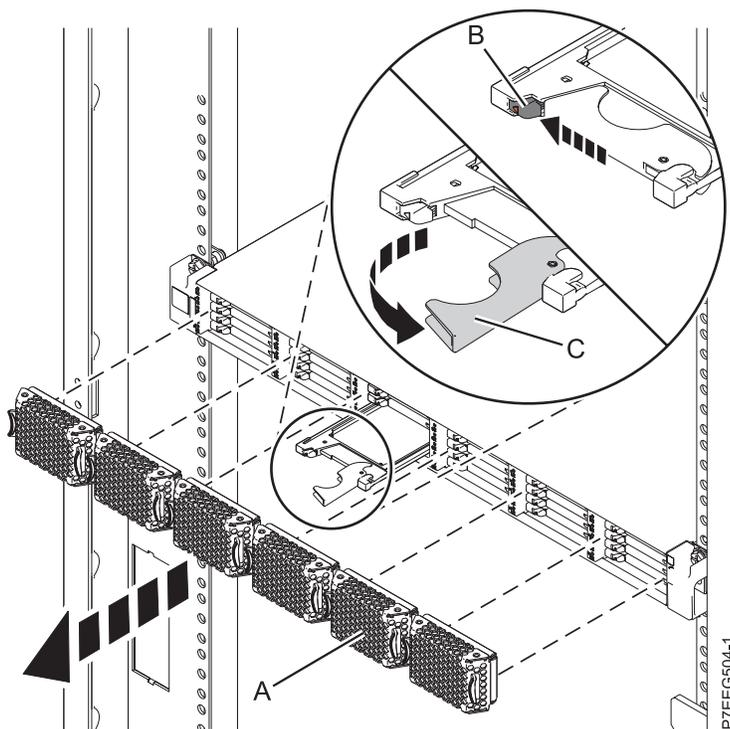

Figura 38. Extracción de la unidad de estado sólido de Alojamiento de almacenamiento PCIe de EDR1
1. Retire la placa frontal (A) que cubre la ranura que contiene la unidad de estado sólido.
4. Cuando el LED de identificación de la unidad de estado sólido se encienda de manera fija, deslice suavemente el pestillo de liberación (B) por encima para desbloquear el asa de la unidad. Consulte Figura 38.
5. Agarre el asa (C) y saque parcialmente la unidad de la ranura.